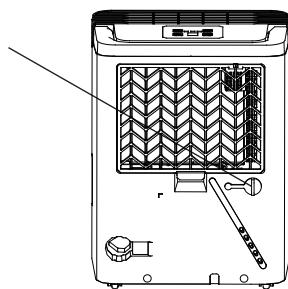
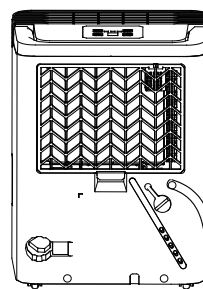

Fig. 8
Fig. 9
- Avlägsna gummiproppen från vattenbehållarens slanguttag. Anslut en avloppsslang (ID = 13.5mm) och led den till golvvavloppet eller en lämplig dräneringsplats (se Fig.8 och Fig.9).